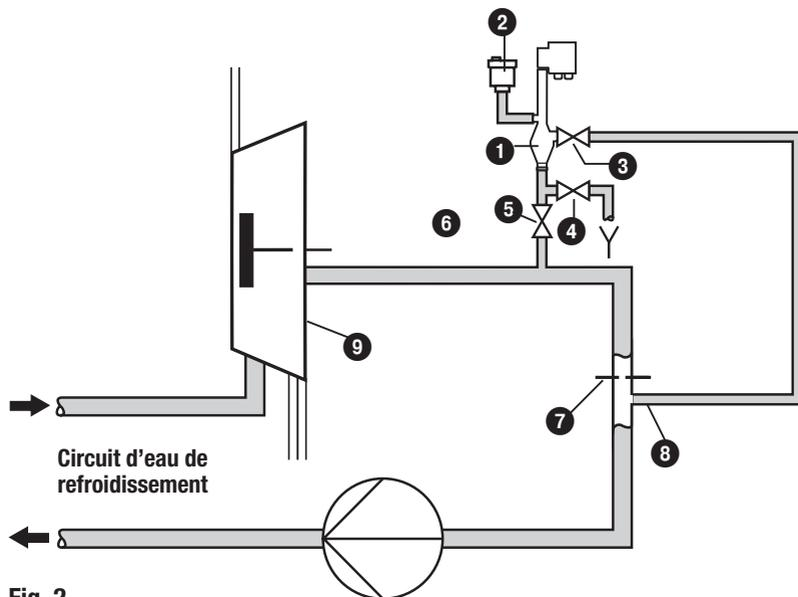
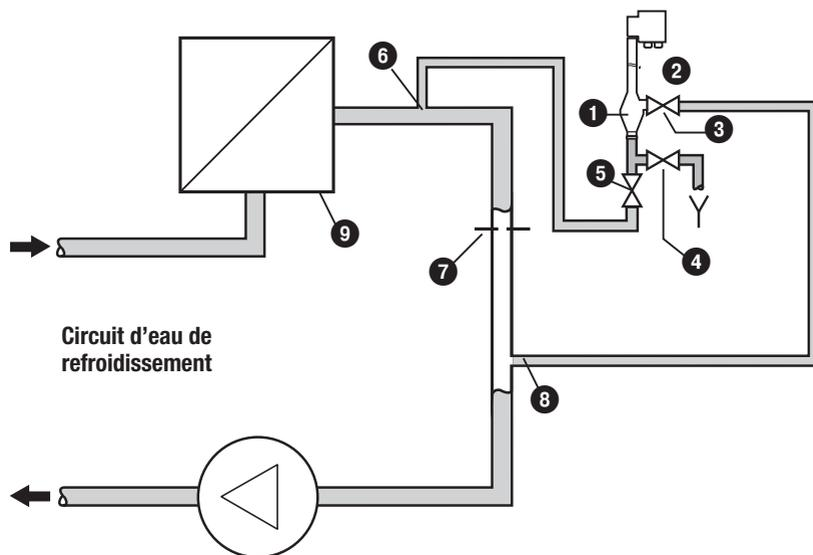

Fig. 2
Fig. 3
- Veuillez respecter les exemples de montage à la page 10, **Fig. 2**, **Fig. 3**
- **Fig. 2** Montage proposé pour obtenir la disposition la plus avantageuse de la bouteille extérieure.
- **Fig. 3** Montage lorsque la bouteille extérieure doit être placée plus bas.